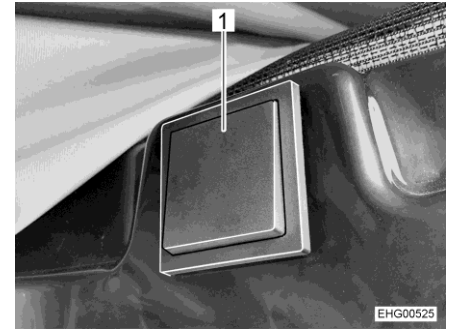

Fig. 69 Touche pour le déverrouillage électrique
La touche de déverrouillage électrique (Fig. 69) est placée du côté droit dans la zone au-dessus de la porte coulissante.
- Appuyer pendant au moins 2 secondes sur la touche (Fig. 69,1).